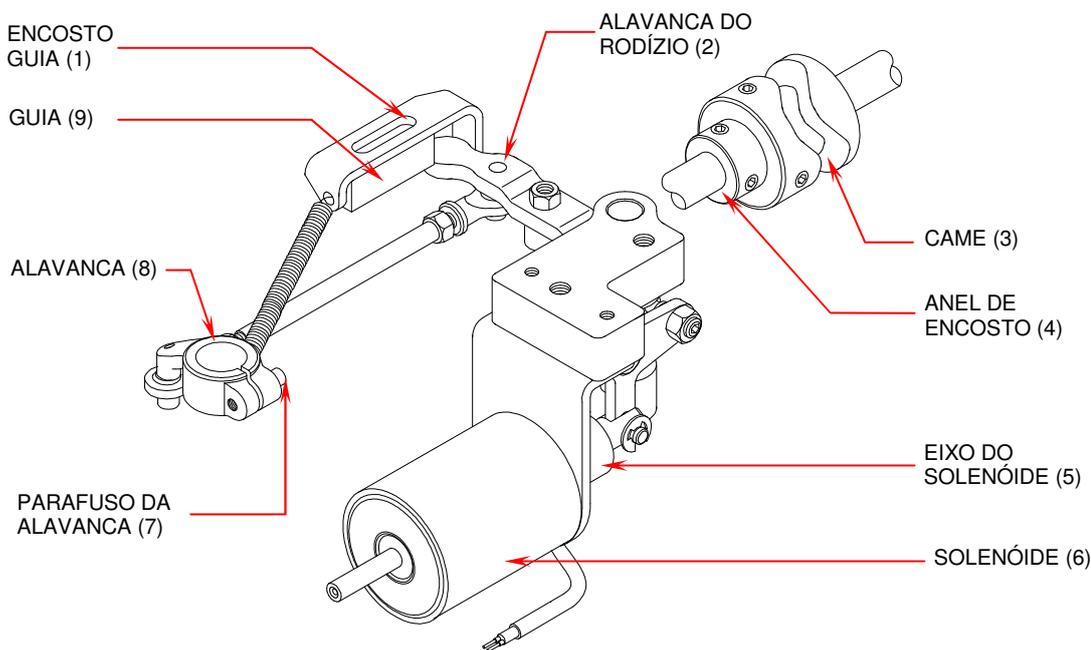

Fig.17
14. Após a regulagem da altura da faca, solte o parafuso da alavanca 7 (Fig. 17) e, com o conjunto do corte de fio em repouso, gire a faca até que ela fique na posição indicada na figura 21 ($\pm 1,5\text{mm}$ entre a faca e a contra faca);
15. Aperte o parafuso da alavanca (7);
16. Para testar a regulagem da faca, pressione o eixo do solenóide 6 (Fig. 17) para trás, gire o volante no sentido de giro da máquina até a faca se afastar da contra faca;